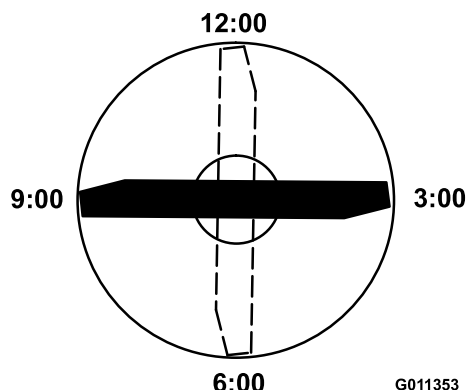

Figure 127
4. Positionnez le tranchant de l'extrémité marquée à la position 12 heures (droit devant dans la direction de la tonte) (Figure 127) et mesurez la hauteur de la surface plane au tranchant de la lame.
5. Tournez l'extrémité marquée de la lame aux positions 3 et 9 heures (Figure 127) et mesurez les hauteurs respectives.